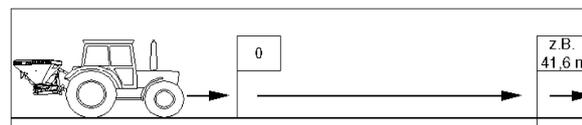

図 67
4. 圃場で測定距離を正確に測定します。開始地点と終了地点をマークします (図 67)。